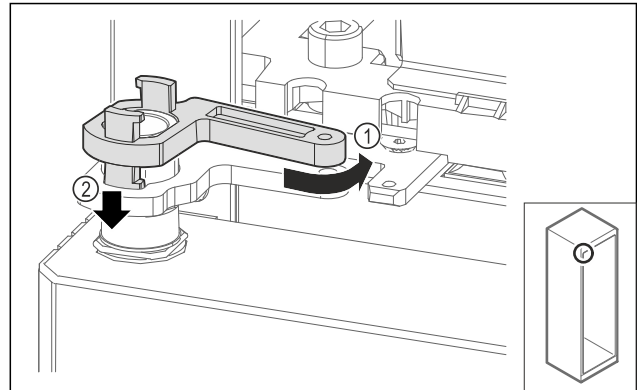

Fig. 67
- Zľahka otočte blokovanie ložiskovej konzoly späť Fig. 67 (1), zatlačte nadol Fig. 67 (2) a zaistite v uholníku závesu.